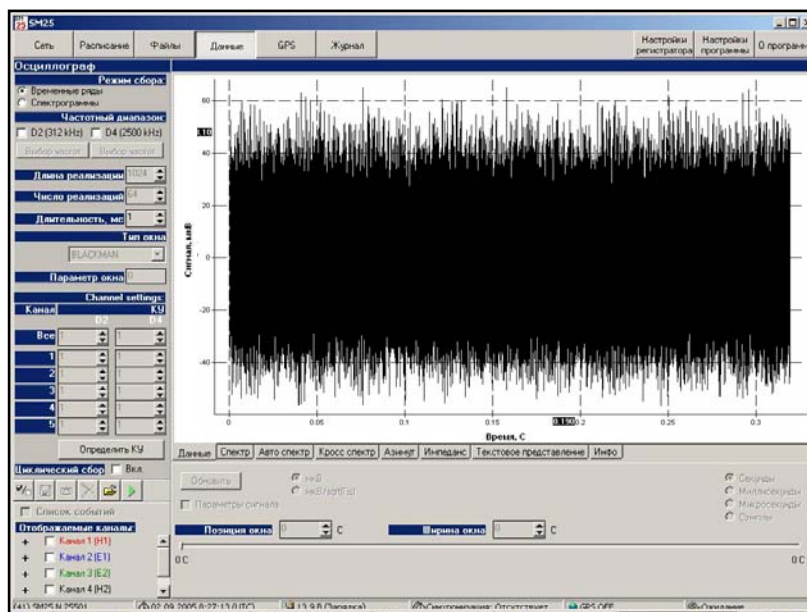

Рисунок 8.8
- Вкладка «Данные» (рисунок 8.8) выводит в графическом виде временной ряд заданного окна. Позиция и ширина окна задаются в нижней части экрана либо плавно, перемещая движок линейки, либо точно заданием цифры;
Для просмотра фрагмента временного ряда (по позиции и ширине окна) войти на вкладку **«Данные»** (рисунок 8.8);